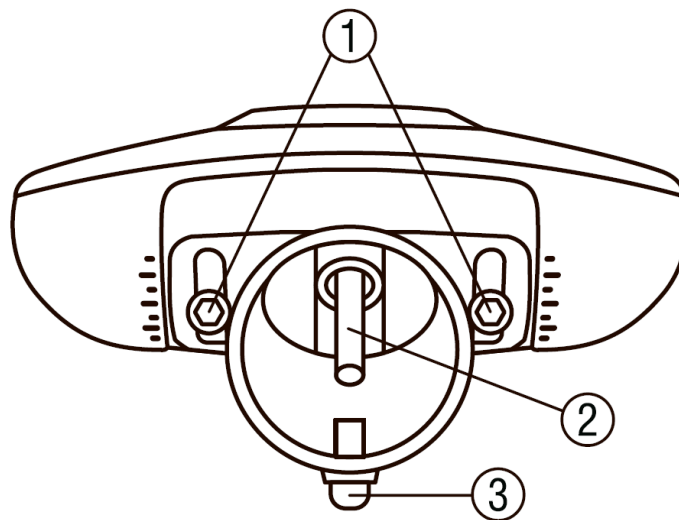

Рис. 4
6.3.4 Отрегулируйте необходимый угол наклона светильника и зафиксируйте его с помощью винтов (1) (Рисунок 4). Установка светильника осуществляется на опору с круглым сечением диаметром 54-59 мм. Установите светильник на опору, повестив подсоединенный кабель (2) внутрь опоры. Зафиксируйте светильник на опоре, плотно затянув фиксирующие болты (3), используя ключ на 13 (в комплект не входит). Убедитесь, что конструкция надежно зафиксирована.